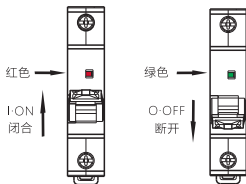

图2 NB1-63DC闭合、断开状态指示
5.1 安装使用前先检查断路器标志与所使用的工作条件是否相符；断路器闭合、断开状态指示如图2